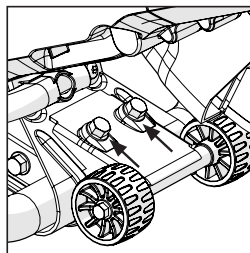

FIG. 10
- Utilisez les boulons de train de roulement fournis pour fixer le train de roulement à la machine. **(Fig. 10)**